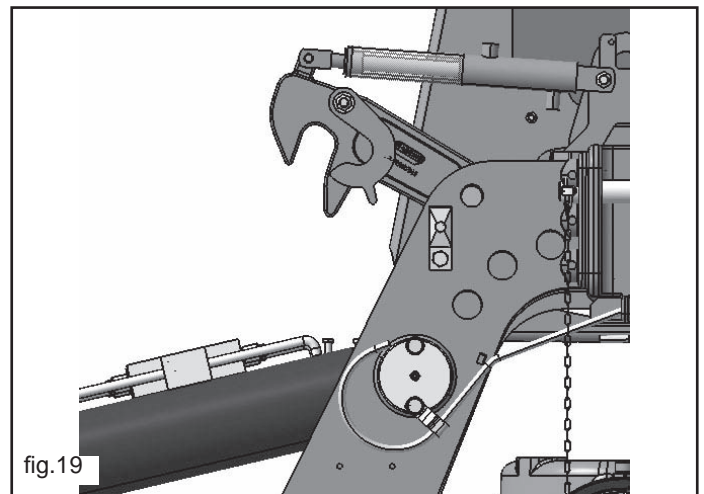

fig.19
Una vez efectuadas estas dos operaciones preliminares (enganche de 3 puntos con el tractor y conexión del cardán) debemos conectar el equipo hidráulico con el tractor (Fig. 19) que permite los distintos movimientos de la máquina, en particular:
Todos los tubos hidráulicos de la máquina poseen etiquetas adhesivas de reconocimiento (Fig. 19):
NOTA: Los dos cilindros «A» (Fig. 19) poseen una válvula de bloqueo que interviene en caso de rotura de un tubo.
- Accionar la palanca del distribuidor que controla el cierre de los cuerpos: Presión al tubo (3 Fig. 19) hasta el completo enganche de los ganchos de seguridad hidráulica (“clack”).
- Volver a subir al tractor, accionar la palanca del distribuidor que controla la apertura de los cuerpos: presión al tubo 4 (Fig. 19).